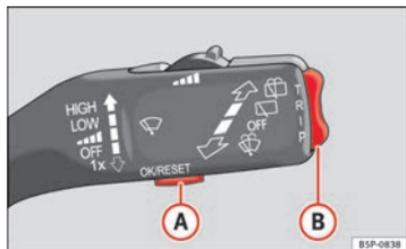
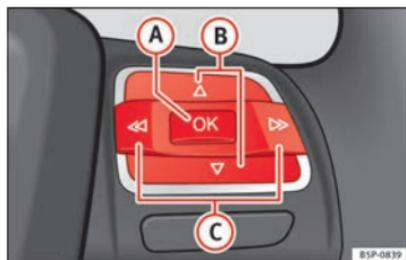

Fig. 41 Levier d'essuie-glace : touches de contrôle.
Fig. 42 Commandes au volant : touches de contrôle.
- Pour accéder au menu « Configuration », appuyez sur la touche **(C)** ⇒ fig. 42 jusqu'à ce qu'il apparaisse à l'écran. Vous vous trouvez maintenant dans ce menu.
- Pour passer d'une mémoire à l'autre, appuyez brièvement sur la touche **A** ⇒ fig. 41 ⇒ page 56 du levier d'essuie-glace ou sur la touche **OK** du volant multifonction ⇒ fig. 42 ⇒ page 56 lorsque vous avez mis le contact.
Vous pouvez consulter sur l'indicateur multifonction les données suivantes en actionnant la commande à bascule **B** ⇒ fig. 41 ⇒ page 56 du levier d'essuie-glace ou en appuyant sur la touche **Δ** ou **▽** ⇒ fig. 42 du volant multifonction* :